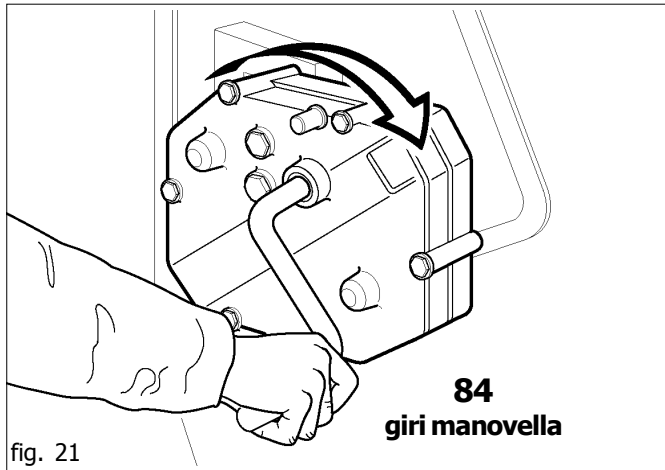

fig. 21
- 4) Inserire la manovella (Fig. 21) nell'alberino del cambio e girare in senso orario.